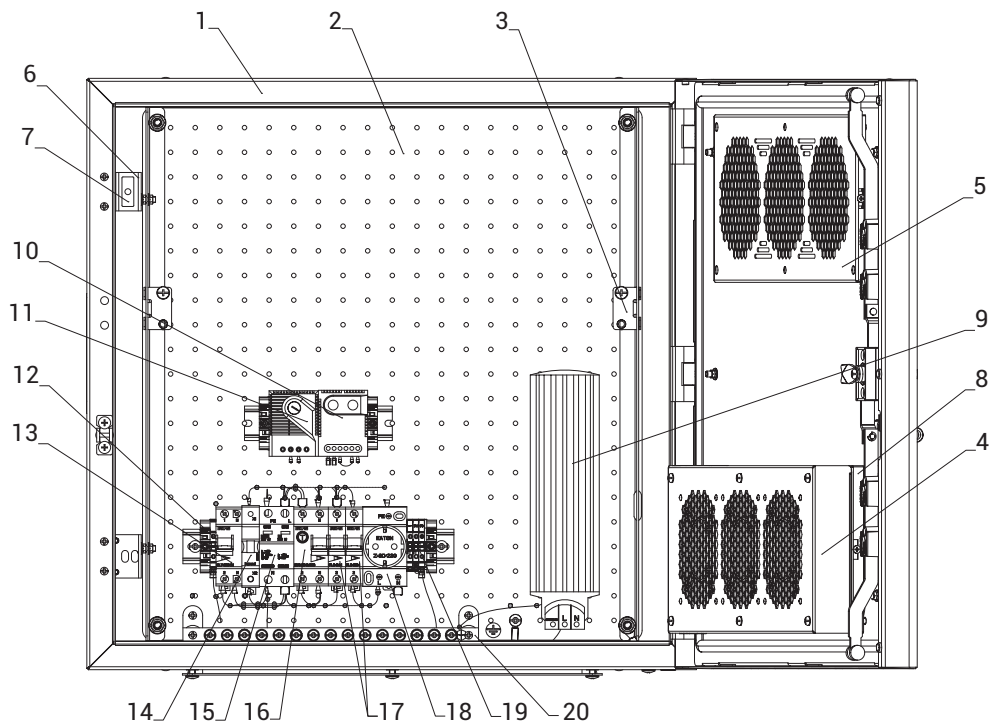

Рисунок 1. Общий вид шкафа серии ШТВ-Н
Корпус шкафов серии ШТВ-Н (поз.1 рис. 1) имеет металлическую сварную конструкцию, внутри покрыт слоем утеплителя с фольгированием, что увеличивает термоизоляцию и уменьшает теплопотери через стенки шкафа. В комплект шкафа входят задняя перфорированная оцинкованная панель (поз. 2. рис. 1) и комплект вертикальных юнитовых панелей (поз. 3 рис. 1). Отверстия для ввода кабелей находятся в основании шкафа.
Двери шкафов серии ШТВ-Н имеют перфорацию, которая обеспечивает вентиляцию установленного в нём оборудования, но при этом исключает прямой доступ в полость шкафа и попадание в него инородных предметов. В дверь шкафа исполнения Т1, Т3 встроена система вентиляции, состоящая из модуля вентиляторного (поз. 4 рис. 1), установленного поверх фильтра с повышенной площадью фильтрации (поз. 8 рис. 1) и фильтра выпускного (поз. 5 рис. 1). Максимальный угол открытия двери шкафа 120°. На кронштейне (поз. 6 рис. 1), закреплённом на петле двери, установлен датчик открытия дверей (поз. 7 рис. 1). Кабель от модуля вентиляторного подключается к клеммнику (ХТ2) (поз. 19 рис. 1).
На оцинкованной панели расположены две DIN-рейки с установленной аппаратурой и шина заземления (поз.20 рис.1). На верхней DIN-рейке расположен терморегулятор (поз.10 рис.1) и гиростат (поз.11 рис.1). На нижней DIN-рейке расположены аппараты вводно-распределительного устройства (ВРУ), состоящего из:
- вводной автоматический выключатель QF1 (поз. 13 рис. 1)
- автоматические выключатели QF2, QF3 (поз. 17 рис. 1)
- ограничитель перенапряжения FV1 (поз. 15 рис. 1)
- УЗО QA1 (поз. 16 рис. 1)
- индикатор напряжения HL1 (поз. 14 рис. 1)
- модульная розетка XS1 (поз. 18 рис. 1)
- клеммник XT2 (поз. 19 рис. 1)
- шина заземления XT/PE (поз. 20 рис.1)